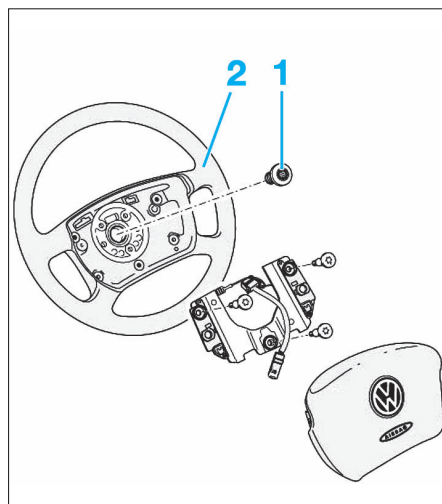

Fig. 1
- Desserrer la vis (1) de fixation du volant de direction (2) (Fig.1).
- Déposer le volant de direction (2).
- La vis de fixation (1) du volant de direction (2) peut être réutilisée jusqu'à cinq reprises.